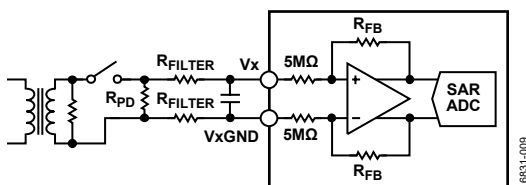

図 3. R_{PD} を接続したアナログ・フロント・エンド
従来使われている方法ですが、プルダウン抵抗 (R_{PD}) をセンサーと並列に接続すれば (図 3 に示すカレント・トランス)、センサー未接続の状態を検出することができます。つまり、ADC 出力コードが 20LSB 未満になる状態が、サンプル数 (N) と同じ回数繰り返された場合は、センサーが未接続であると判定されます。